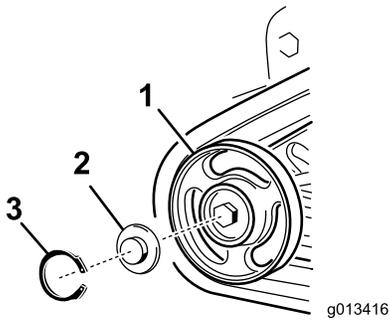

Рисунок 49
4. Снимите с опорного катка стопорное кольцо и колпачок (Рисунок 49).
5. Проверьте наличие смазки под колпачком и вокруг прокладки (Рисунок 49). Если она грязная, содержит песок, или истощилась, удалите всю смазку, замените прокладку и заложите свежую смазку.
7. Поместите наполненный смазкой колпачок опорного катка поверх головки болта (Рисунок 49).
8. Закрепите колпачок опорного катка стопорным кольцом (Рисунок 49).